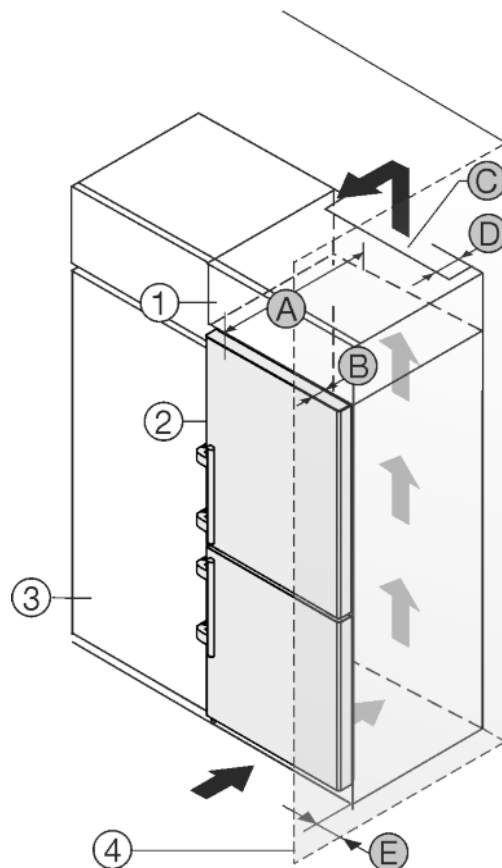

Fig. 45
Het apparaat kan in keukenkasten worden ingebouwd. Om het apparaat Fig. 45 (2) aan de hoogte van het keukenblok aan te passen, kan boven het apparaat een opzetkast Fig. 45 (1) worden aangebracht.
Het apparaat kan direct naast de keukenkast Fig. 45 (3) worden geplaatst. Om de deuren volledig te kunnen openen, moet het apparaat overeenkomstig de diepte Fig. 45 (B) t.o.v. het keukenkastfront uitsteken. Afhangend van de diepte van de keukenkast en het gebruik van de wandafstandhouders kan het apparaat verder uitsteken.
- Aan de achterzijde van de opzetkast moet een luchtafvoerkanaal met de diepte Fig. 45 (D) over de volledige breedte van de opzetkast aanwezig zijn.
- Onder het plafond moet de ventilatiedoorsnede Fig. 45 (C) worden aangehouden.
Wanneer het apparaat met de scharnieren naast een wand Fig. 45 (4) wordt geplaatst, moet de afstand Fig. 45 (E) tussen apparaat en wand worden aangehouden. Dit komt overeen met de uitsteekmaat van de handgreep bij geopende deur.